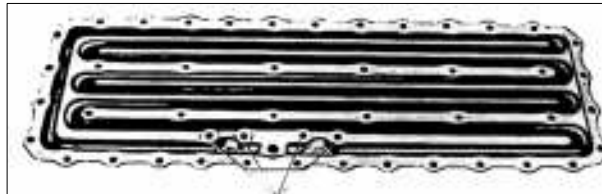

РИС. 131
3) Соберите две половинки радиатора теплообменника, прикрепив прокладку и уплотнительную шайбу для впускного и выпускного отверстий между ними, как показано, и закрутите болты с граверами. Не затягивайте до конца винты на этой стадии (рис. 131).